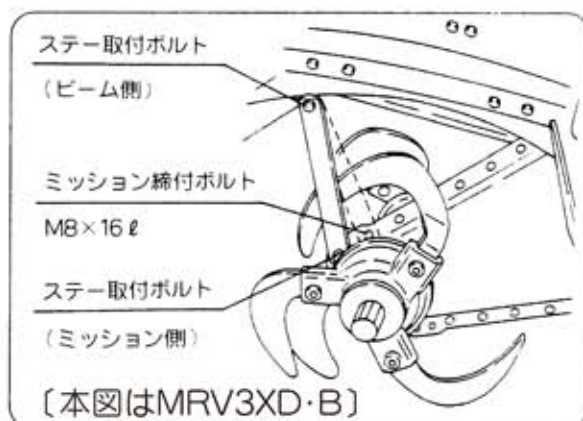

図55
- 2 ステー取付ボルト (ビーム側) をゆるめてください。(図55)
- 3 ステー取付ボルト (ミッション側) のボルトを取外してください。(図55)
- 4 ミッション締付ボルト (M8×16ℓ) を外してください。(図55)